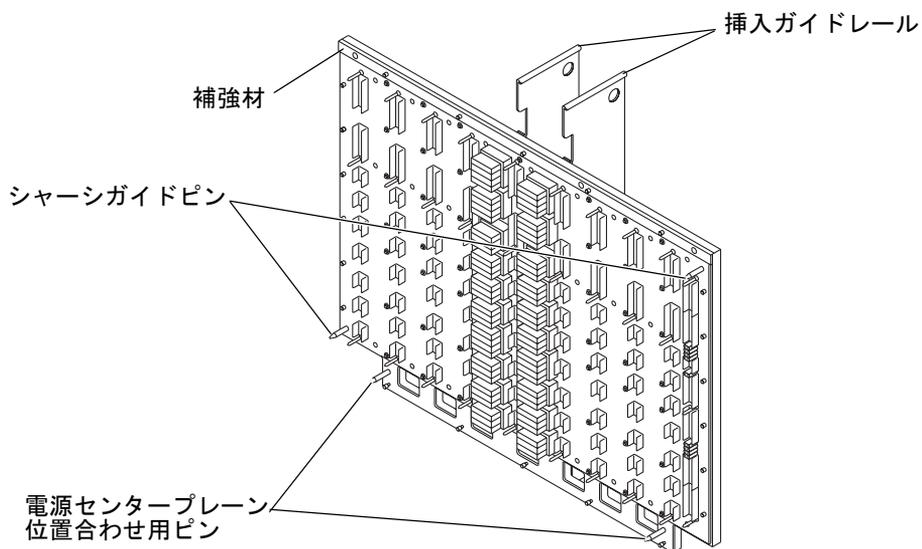

図 13-1 Sun Fireplane interconnect - 正面図および背面図
3. Sun Fireplane interconnect アセンブリの補強材の周辺にある、22 本のプラスの脱落防止機構付きねじを完全に緩めます (図 13-1)。
2. 板金の挿入ガイドハンドルを使用して、Sun Fireplane interconnect アセンブリをシャーシのカードケージ内にスライドさせます。シャーシガイドピン 2 本と電源センタープレーンの位置合わせ用ピン 2 本 (図 13-1) を、システムシャーシ中央のミッドプレーンパネルに通して位置を合わせます。